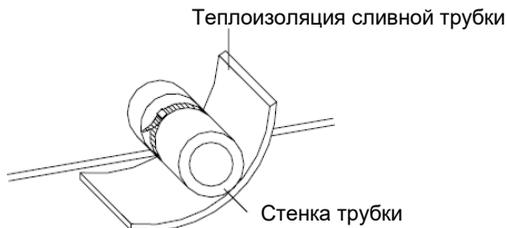

Рис.13: Теплоизоляции сливной трубки.
- а. Дренажная труба должна быть установлена с уклоном 5-10°, чтобы обеспечить хороший отвод конденсата. Стыки сливной трубки должны быть покрыты теплоизоляционным материалом для предотвращения образования конденсата на трубе (см. рис. 13).